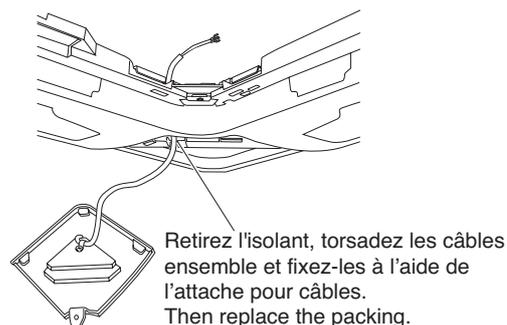

Fig. 11-3
- (3) L'orifice carré destiné au câble de la façade est isolé.* Enlevez-le, puis faites passer le câble de l'unité du récepteur infrarouge à travers la grille. Torsadez les fils entre eux et maintenez-les à l'aide d'une attache pour câble, puis fixez-les avec la vis et remplacez l'isolant, comme initialement. (Fig. 11-3)
- (4) Lorsque vous avez terminé les raccords électriques comme décrits à la section « Câblage du récepteur » à la page suivante, torsadez les fils entre eux et maintenez-les à l'aide d'une attache pour câble, en laissant une longueur de câble suffisante pour pouvoir retirer le couvercle. (Fig. 11-3)